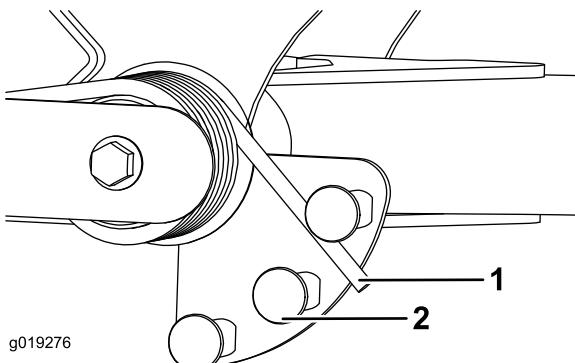

Bild 66
2. Stecken Sie ein Rohr oder ein ähnliches Objekt in das lange Federende und drehen Sie es um den Federaktuator in die gewünschte Stellung (Bild 66).